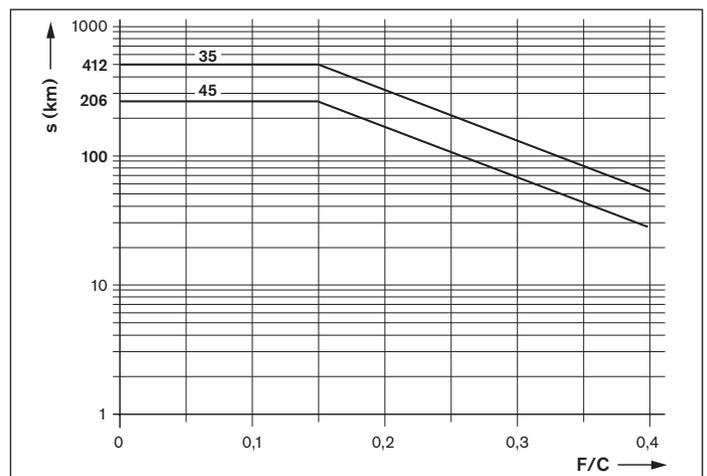

Figura 2: Intervalo de relubrificação
- ▶ Aplicar a quantidade mínima de lubrificante em cada conexão conforme a tabela 4 até que o intervalo de lubrificação (figura 2) seja alcançado.
- ▶ Aplicar a quantidade mínima de lubrificante em cada conexão conforme a tabela 4 até que o intervalo de lubrificação (figura 2) seja alcançado. Determinar a quantidade de impulsos de lubrificação e o ciclo de lubrificação requeridos da mesma forma que no caso de relubrificação (percurso normal).
Indicações: a quantidade de impulsos de lubrificação necessários é o quociente inteiro entre a quantidade mínima de relubrificação conforme a tabela 4 e o tamanho do distribuidor a pistões conforme a tabela 5. O tamanho mínimo admissível do distribuidor a pistões também depende da posição de montagem. O ciclo de lubrificação de acordo com as fórmulas 1 resulta da divisão do intervalo de lubrificação (conforme a figura 2) pela quantidade de impulsos determinada (comparação com o exemplo de dimensionamento).
s = intervalo de relubrificação conforme a figura 2 (km)